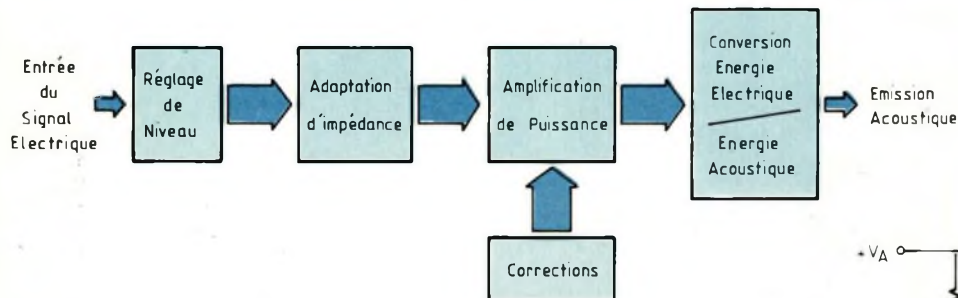

Fig. 1 : Synoptique de l'ampli-Combo.
- l'alimentation et l'ampli-correcteur. Ses dimensions extérieures sont de 270 × 220 × 150 (H × L × P), et il ne nécessite absolument aucun réglage. Il présente une structure simple et assez classique (figure 1) :